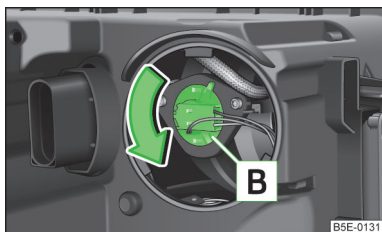

Abb. 221
- › Den Sockel » Abb. 221 bis zum Anschlag **entgegen dem Uhrzeigersinn** drehen und herausnehmen.